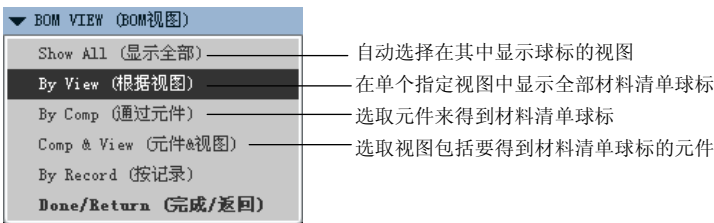

图 7.5.1 “BOM 视图” 菜单
Step1. 选择下拉菜单 **表(B)** → **BOM球标(B)...** 命令, 在弹出的 **▼ BOM BALLOONS (BOM球标)** 菜单中选择 **Create Balloon (创建球标)** 命令, 系统弹出图 7.5.1 所示的 **▼ BOM VIEW (BOM视图)** 菜单。